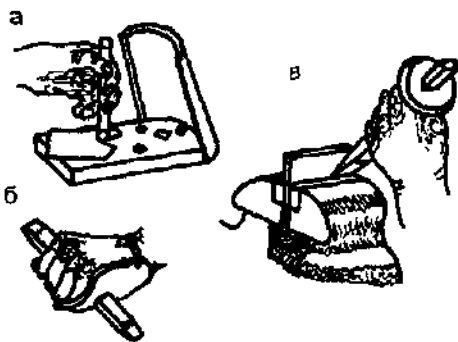

Рис. 53. Защитные приспособления при рубке
2) при рубке хрупких металлов необходимо работать в защитных очках, а место рубки и рука должны быть защищены (рис. 53);